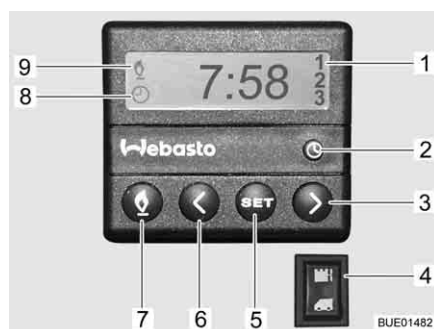

Fig. 201 Centralina di controllo per riscaldamento fisso
- Premere il tasto (Fig. 201,7). Il funzionamento del riscaldamento viene indicato con il simbolo (Fig. 201,9). La ventola viene inserita solo quando la temperatura dell'acqua di raffreddamento è pari a 30 °C.
- Premere il tasto (Fig. 201,7). Il simbolo (Fig. 201,9) si spegne.
- Premere l'interruttore (Fig. 201,4) in basso. Il motore viene preriscaldato. La ventola viene inserita immediatamente.
- Premere l'interruttore (Fig. 201,4) in alto. Il motore rimane freddo.
- Premere il tasto (Fig. 201,2). L'impostazione dell'ora viene indicata con il simbolo (Fig. 201,8).
- Impostare l'ora con i tasti (Fig. 201,3 e 6).
- Premere il tasto (Fig. 201,5).
- Impostare l'orario di accensione con i tasti (Fig. 201,3 e 6) entro 10 secondi.
- Premere il tasto (Fig. 201,5) fino a che nel display (Fig. 201,1) non appare il numero di programmazione desiderato.